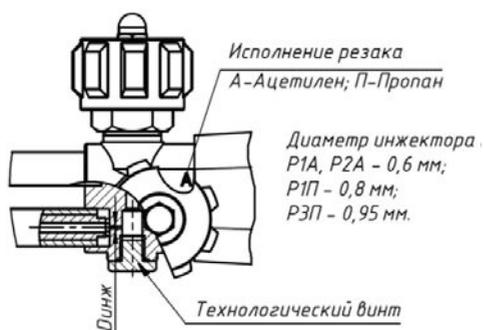

Рис.3.
- для резаков серии **LATION: P1A, P1П(У), P2A-12, P3П-12(У)** выкрутить технологический винт и прочистить инжектор (см. рис.3)